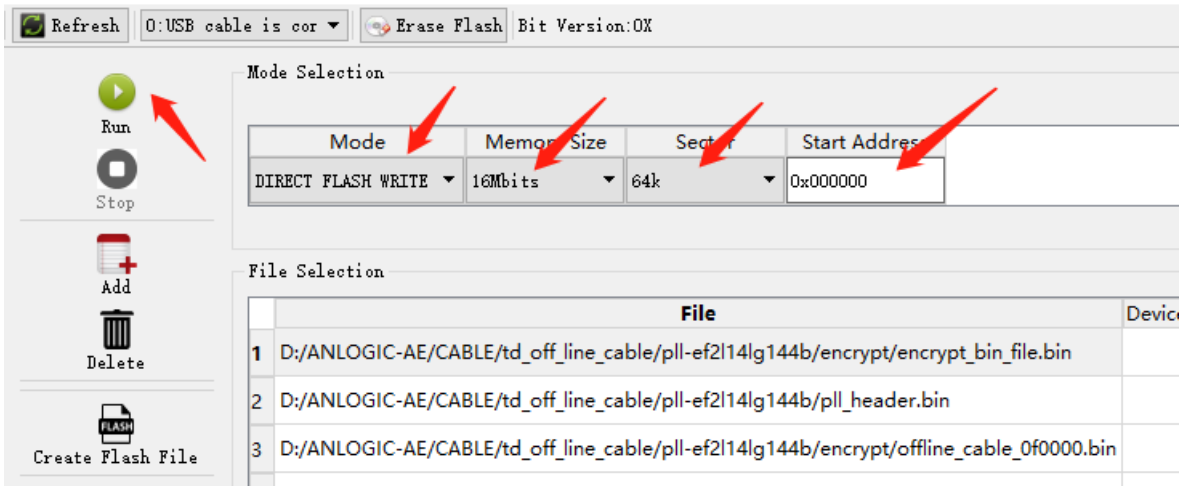

图 3-8 烧录 AES 加密工程目标文件，地址 0x000000
3. 更新“5”位置处的加密 bin 文件，选择“DIRECT FLASH WRITE”模式，烧录起始地址设置为 0x000000，点击“run”更新工程目标文件，界面配置如图 3-8 所示；